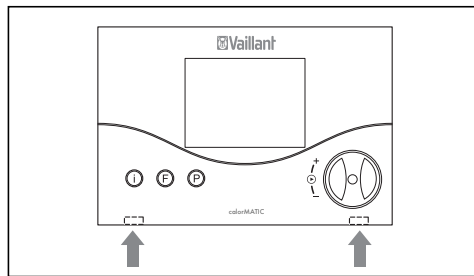

Рис. 4.1 Розблокування засувок
- За допомогою викрутки обережно відіжміть засувки убік (Рис. 4.1) і зніміть регулятор по напрямку вперед.